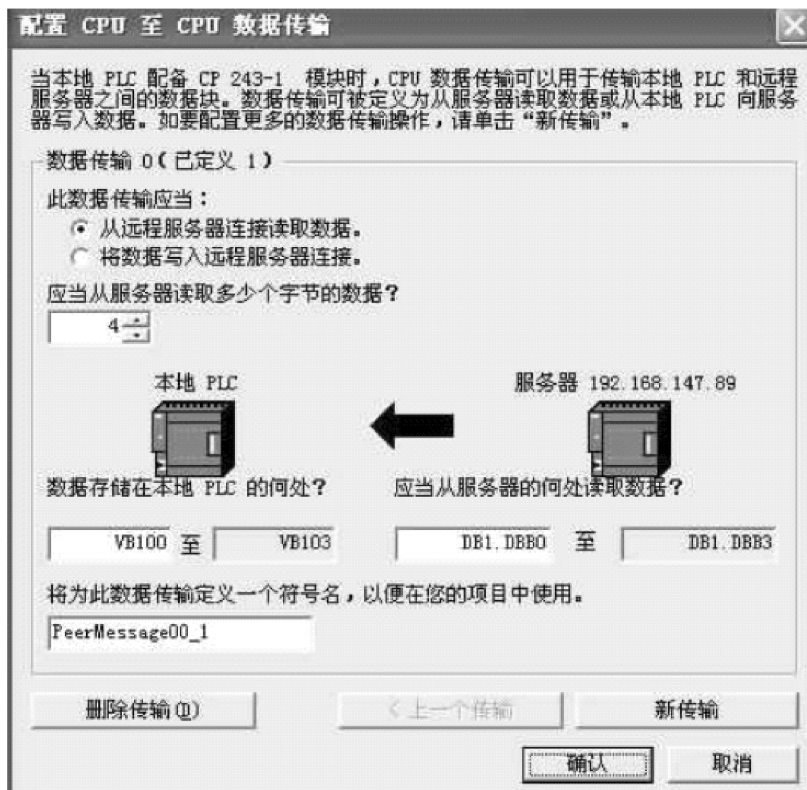
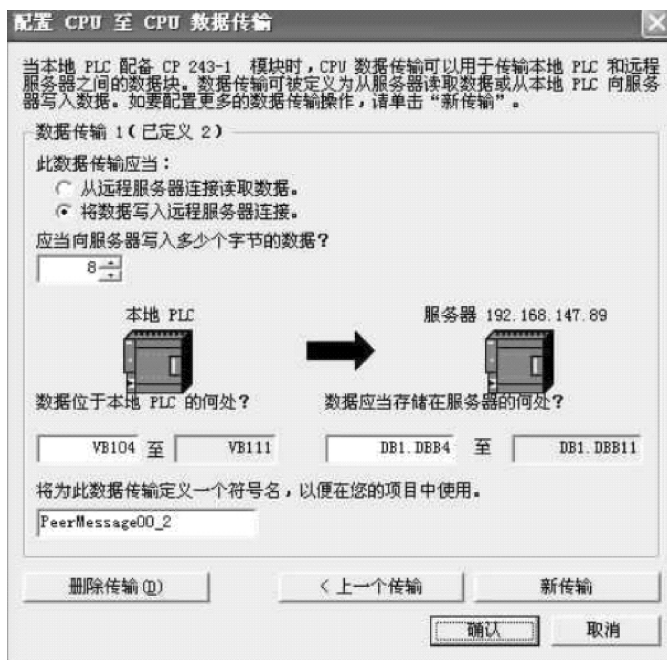

图 7-45 建立读连接
图 7-46 建立写连接
③ 选择使用“保持现用”功能。该功能使模块定期向对象发出信息，使连接保持现用。
④ 为客户机连接指定一个符号名。可以使用为当前客户机连接自动定义符号名（本例选择默认符号），也可以编辑符号名。请注意，当程序请求启动与远程对象的连接时，会使用为连接定义的符号名。
⑤ 选择定义本地 PLC 和远程对象之间的数据传送。最多可为一个特定连接配置 32 个独立的数据传送。单击“数据传输”标记，并单击“新传输”，将弹出配置 CPU 至 CPU 数据传输界面，如图 7-45 所示。
在图 7-45 中，每个 CPU 至 CPU 的数据传送可能包含一个从远程对象的数据读取或向远程对象的数据写入，必须指定希望配置的传送类型，将会自动为当前数据传送定义一个符号名。在结束向导作业时，会建立一个包含符号名的全局符号表（ETHx—SYM）。在程序请求开始与远程对象进行数据传送时需要使用这些符号名。
9) 单击图 7-45 中的“新传输”按钮，建立写连接，出现如图 7-46 所示画面，并定义写连接的数据地址及字节个数。